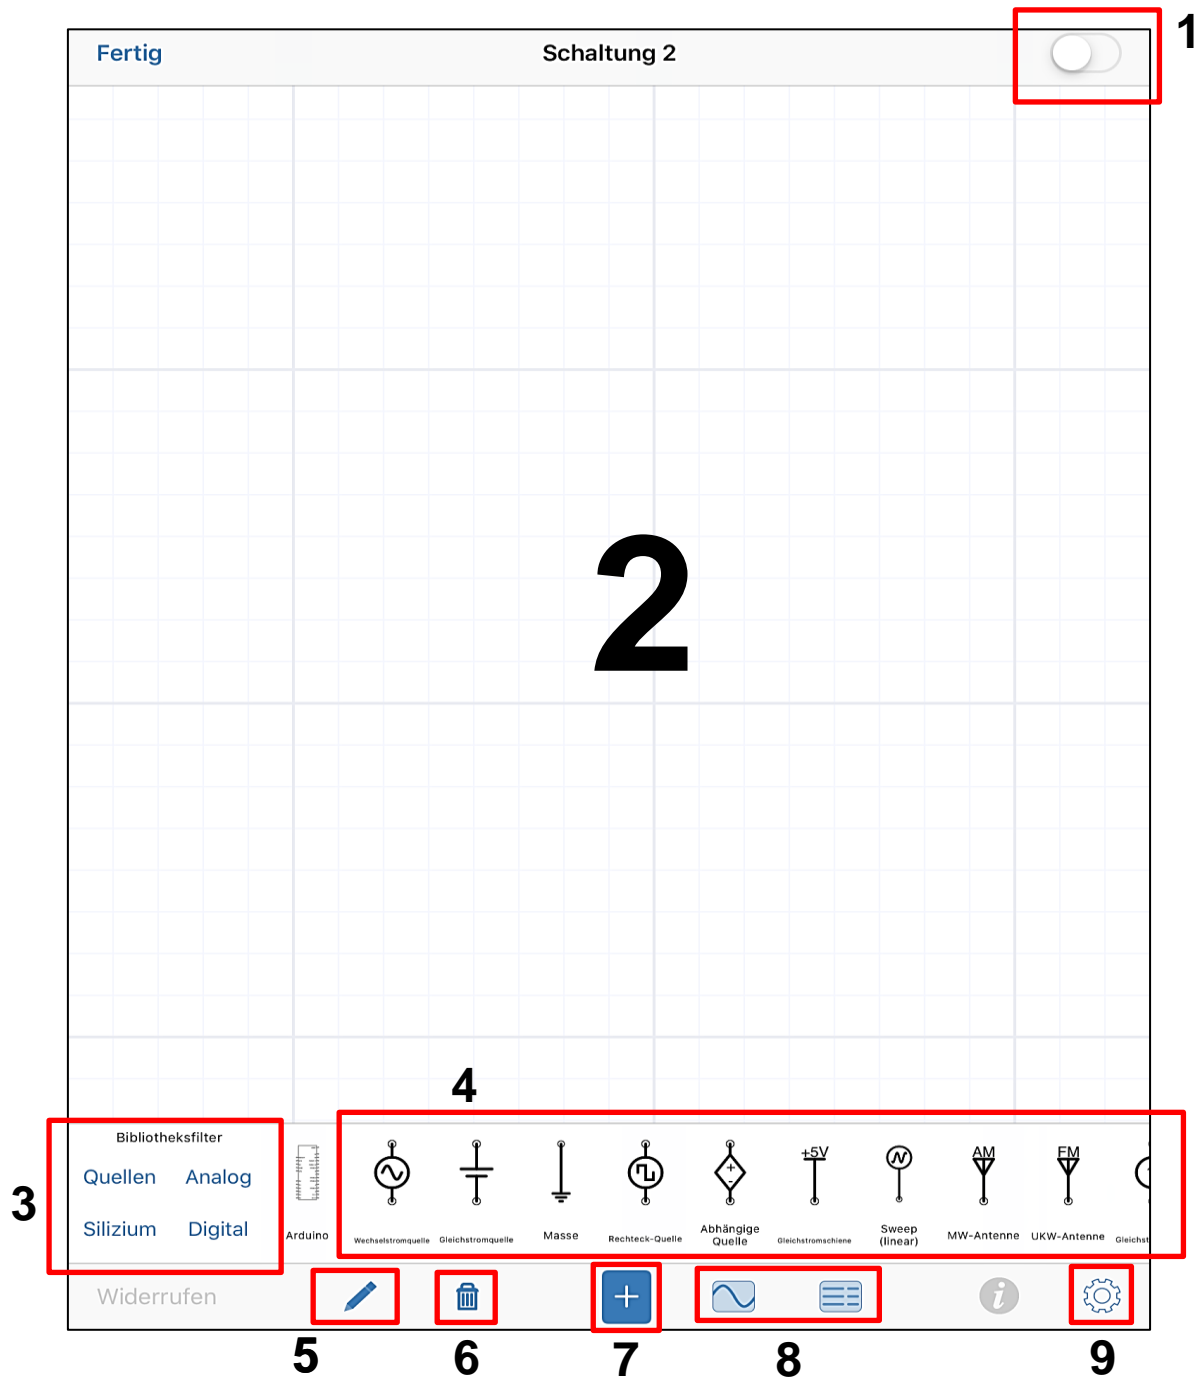
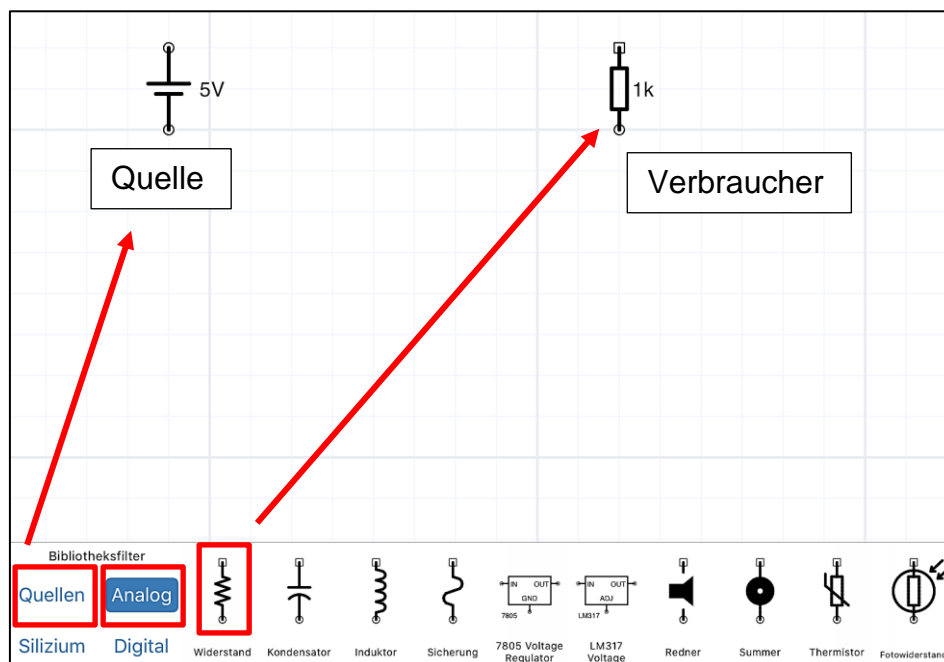

Abb. 3: Editor
Abb. 4: Bauteile einfügen
Der Schaltungseditor (Abb.3) dient dem eigentlichen Schaltungsentwurf.
1. Um eine erste Schaltung zu erstellen, müssen Sie zuerst die Bauteilbibliothek (7) mit „+“ öffnen. Danach erscheint die Bibliothek wie in Abb. 3 dargestellt. Hier können Quellen, Verbraucher, Sensoren und Aktoren ausgewählt werden, indem sie mit dem Finger diese in das Editorfenster *hineinziehen* (Abb.4).